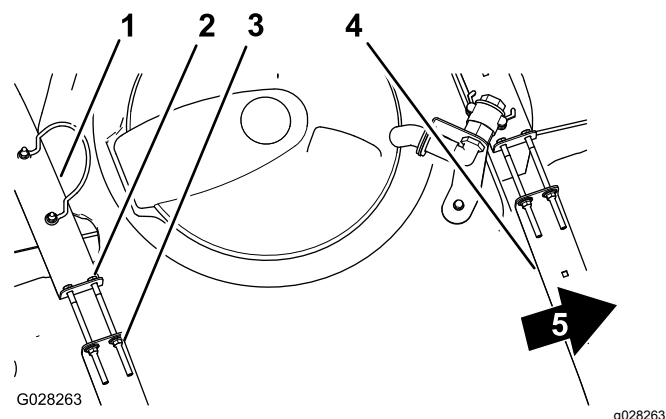

Figura 29
3. Se le fasce risultano lente sul serbatoio, stringete i dadi di bloccaggio flangiati e i bulloni sulla parte superiore delle fasce fino a quando queste non sono pari alla superficie del serbatoio (Figura 29).
2. Verificate l'eventuale presenza di movimento tra le fasce del serbatoio e il serbatoio stesso (Figura 29).